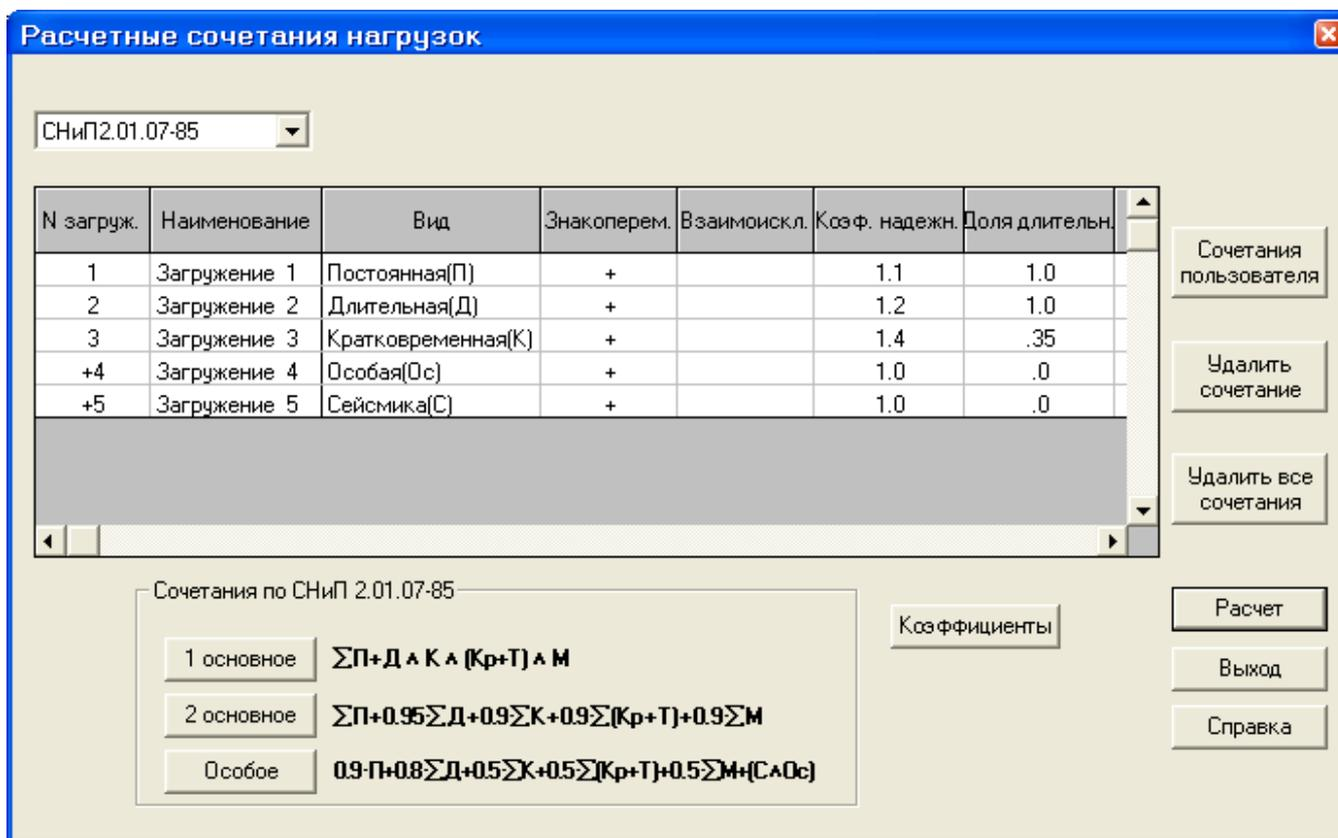

Рис.3.23. Диалоговое окно **Расчетные сочетания нагрузок**
- В режиме визуализации результатов расчета с помощью меню **Усилия** ⇒ **РСН** (кнопка  на панели инструментов) вызовите диалоговое окно **Расчетные сочетания нагрузок** (рис.3.23).